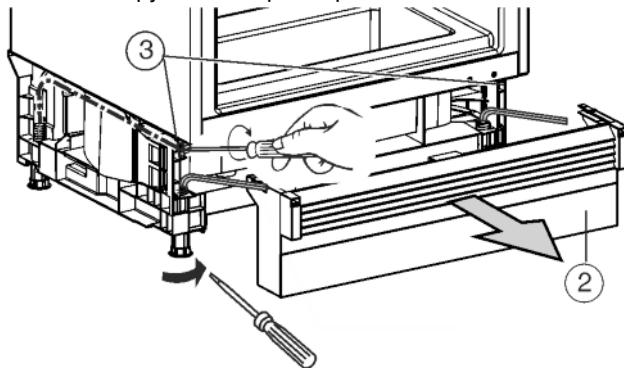

Fig. 12
- Движением вперед вытяните цокольную панель Fig. 12 (2). При необходимости извлеките нижнюю полку и установите более легкую.
- Выравнивание устройства с помощью установочных опор: выкрутите задние установочные опоры, используя винты Fig. 12 (3) попеременно. Выкрутите передние установочные опоры с помощью отвертки, при прикрученных установочных опорах с помощью торцевого ключа 8 мм. Устройство должно быть немного зажато в нише между полом и рабочей пластиной!